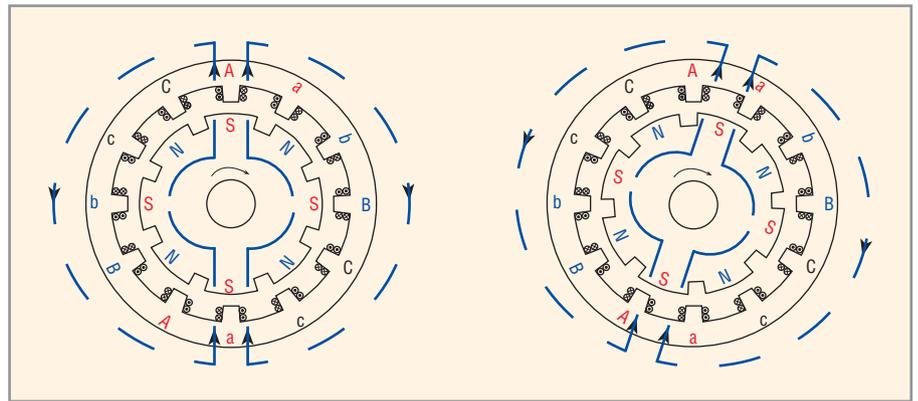

Рис. 10. Статор синхронного двигателя и вращающийся ротор с постоянными магнитами
- управление BLAC (PMSM) – векторный метод управления (FOC), который сегодня реализуется программно с помощью векторной ШИМ и координатных преобразований. Суть этого метода состоит в изменении частоты переменного трёхфазного напряжения, подаваемого на статор двигателя (см. рис. 10).